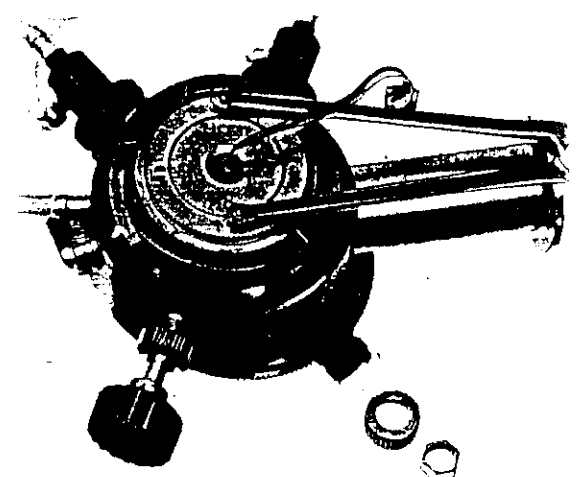

Fig. 10
- คลายน็อต Cover ring (Fig. 10)